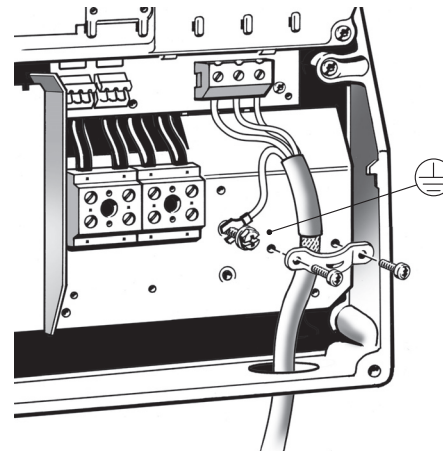

Fig. 24 Conexión del motor (carcasas B1 y B2)
1. Conecte el conductor de aterrizaje a la terminal 99 (PE). Consulte la fig. 24.
2. Conecte los conductores del motor a las terminales 96 (U), 97 (V) y 98 (W).